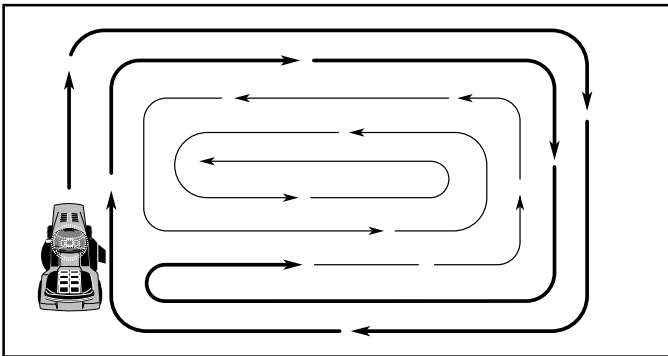

FIG. 9
- Pour tondre une grande surface, on vous conseille de commencer par tourner à droite, de façon à ce que l'herbe ne soit pas déversée sur les arbustes, les clôtures, les allées, etc. Après un ou deux tours, tondez en sens inverse en tournant à gauche jusqu'à ce que le travail soit achevé (Voyez la Fig. 9).